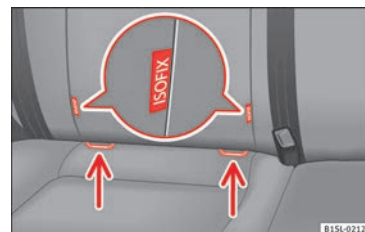

Fig. 26 En el asiento del vehículo: variantes de identificación de los puntos de anclaje inferiores para sillitas infantiles.
• Encaje el asiento para niños en las anillas de sujeción » **fig. 26**, en el sentido de la flecha. El asiento para niños debe encastrar de forma segura y audible.
• Coloque el asiento para niños sobre la banqueta y enganche los ganchos de los cinturones de fijación en las anillas de fijación » **fig. 26.**